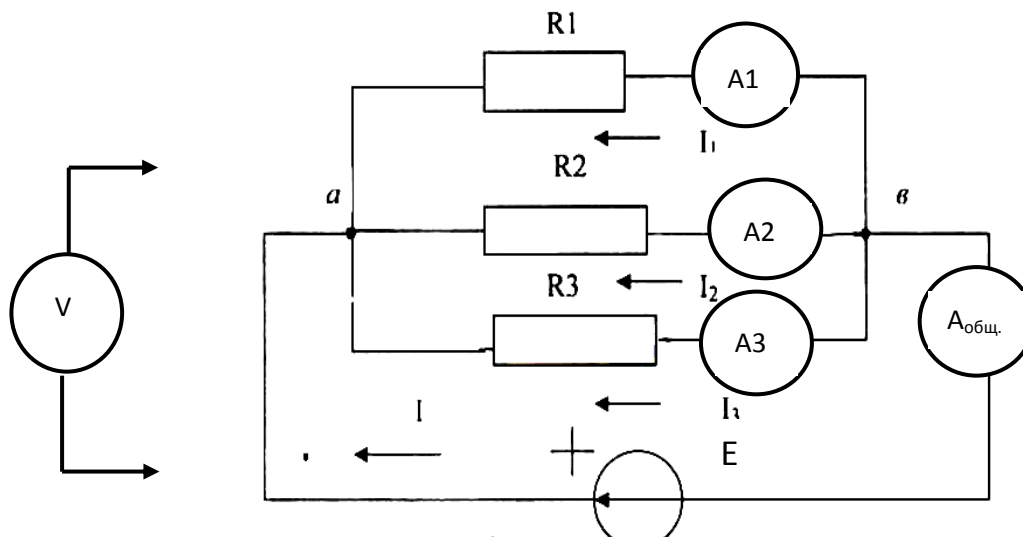

Рисунок 2. Схема параллельного соединения проводников
Параллельным называют соединение элементов цепи, при котором к двум точкам электрической цепи присоединено несколько элементов, образующих разветвление (рисунок 2). При этом в цепи образуются узлы, где соединяются несколько начальных и несколько конечных проводов. На рисунке 2 это точки **a** и **b**. Ток I текущий по цепи, разветвляется в точке **a** на три тока, величина которых зависит от величины сопротивлений отдельных ветвей цепи.
Для определения общего суммарного сопротивления параллельно включенных сопротивлений (рисунок 2), необходимо сложить не сопротивления, а их проводимости (т.е. величины, обратные сопротивлениям), найдя тем самым суммарную проводимость цепи:
Так для схемы (рисунок 2) можно написать:
7.1 Собрать электрическую схему (рисунок 2), убедиться в правильности её сборки.